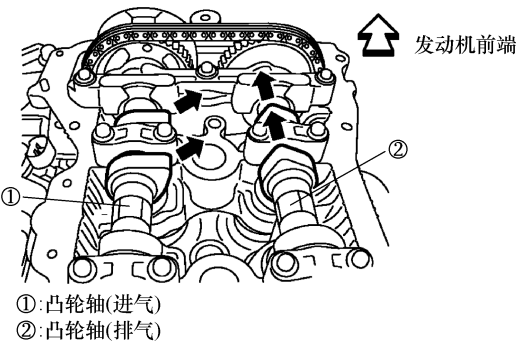

图 3-82 检查进排气凸轮
b. 同时，检查图 3-82 所示的 1 号气缸进气凸轮和排气凸轮是否面向内部(图 3-82 中 ← 方向)。
c. 如果它们没有面朝里，请按图 3-82 所示再旋转曲轴带轮一圈(360°)并对齐。